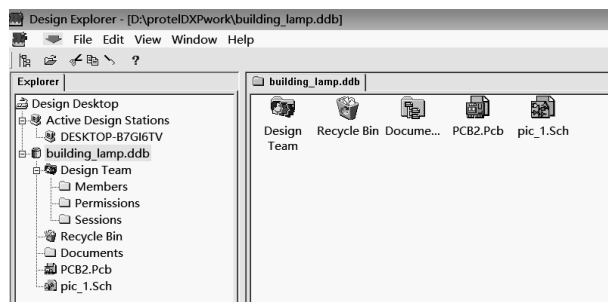
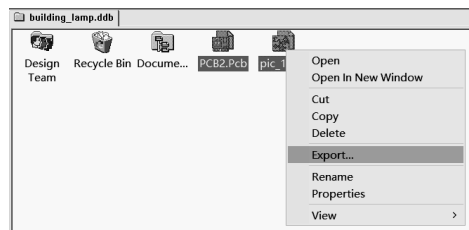

图 11-4-1 打开设计数据库文件 building_lamp.ddb
图 11-4-2 执行导出文件命令
- (1) 在 Protel 99 SE 界面中打开 building_lamp.ddb 设计数据库文件，如图 11-4-1 所示。
- (2) 按住【Ctrl】键不放，单击文件 pic_1.Sch 和 PCB2.Pcb，选中两个文件。
- (3) 选中文件后，在任意所选的文件上右击，在弹出的菜单中选择 Export... 命令，如图 11-4-2 所示。